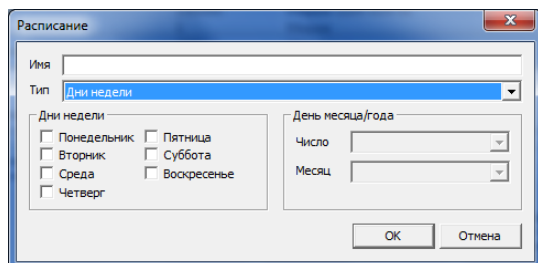

Рисунок 15.11 — Окно *Расписание* (выбор дней)
- В открывшемся окне *Расписание* (см. рисунок 15.11) в поле *Имя* введите название расписания.